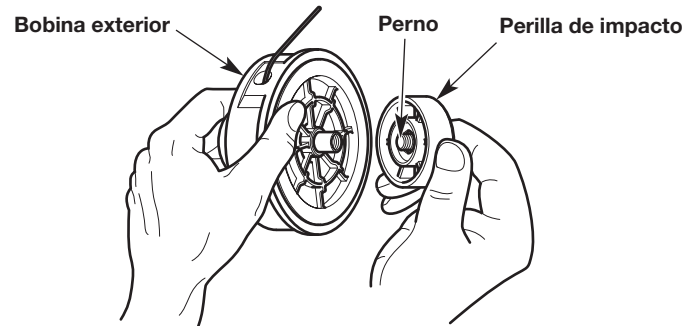

Fig. 26
1. Sostenga la bobina exterior con una mano y desenrosque la perilla de impacto en el sentido de las agujas del reloj (Fig. 26).